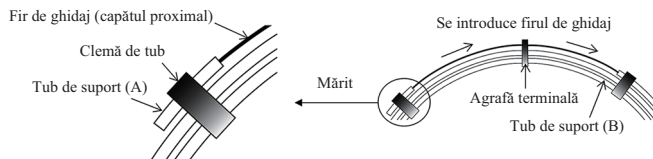

Figura 2
- Eliberați firul de ghidaj din agra terminală și introduceți-l încet, împingeți capătul distal al firului de ghidaj prin tubul de suport (B) (Figura 2).